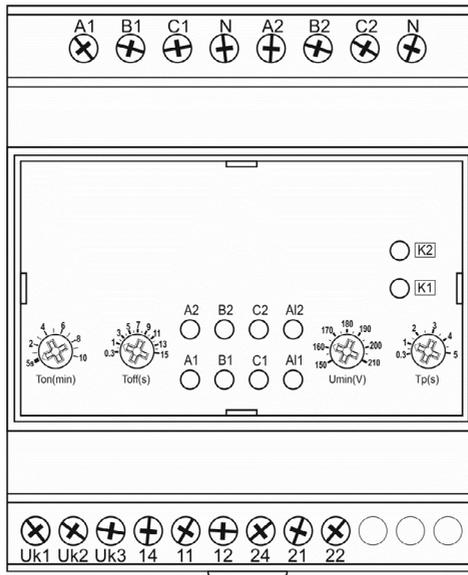

Рис. 1 – Элементы прибора
3. Настройте прибор с помощью поворотных потенциометров (п. 6-9 рис. 1).
4. Подайте питание на прибор. Начнется отсчет времени задержки включения T_p , по истечении которого замкнется цепь питания контактора КМ1 (реле 1, п. 4 рис. 1). При аварийной ситуации на основном источнике питания (превышении или падении напряжения, обрыве фазы, асимметрии) начнется отсчет времени задержки T_{off} , по истечении которого размыкается цепь питания контактора КМ1. Контактная группа контактора КМ1 разомкнется через время T_{km} , после чего через время задержки переключения между источниками питания T_p замкнется цепь питания контактора КМ2 (реле 2, п. 5 рис. 1). При восстановлении питания на основном источнике происходит размыкание цепи контактора КМ2 через время задержки восстановления питания от основного источника T_{on} , затем в течение времени T_{km} происходит размыкание контактной группы контактора КМ2 и замыкание цепи питания контактора КМ1 через время T_p после отключения контактора КМ2.
5. Индикация ошибок источников питания с помощью индикаторов АЛ1 и АЛ2 (п. 12, 13 рис. 1):